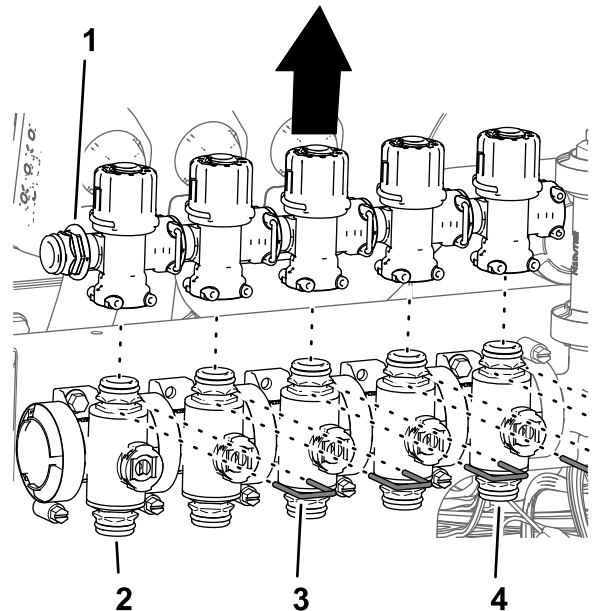

Figura 101
4. Retire las horquillas de retención que sujetan las válvulas de desvío a las válvulas de boquilla 1 a 7 (Figura 101).
5. Retire las válvulas de desvío de las válvulas de boquilla 1 a 5 (Figura 101).